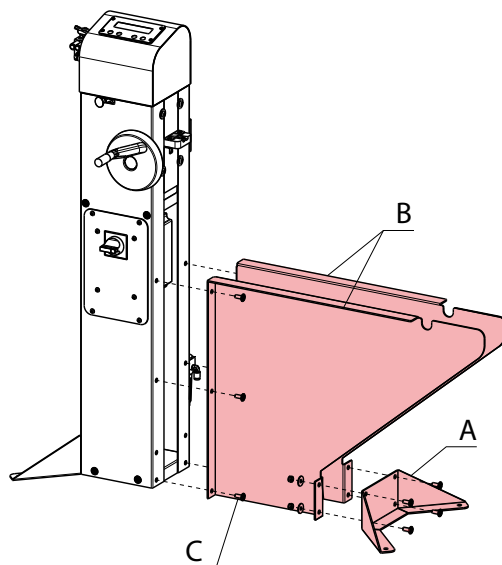

Figure 3
Enlever le pied d'appui (A) en dévissant les quatre vis. Fixer les deux porte-rouleaux (B) à la machine (faire attention : il y a un support droite et un support gauche) en utilisant les vis et les écrous (C) présents dans la fourniture (figure 3). Fixer aux supports le pied d'appui (A) enlevé précédemment en employant les mêmes vis et les mêmes écrous.